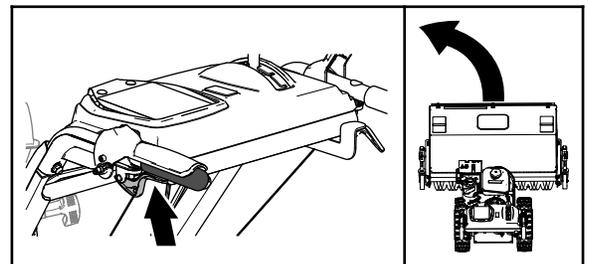

Figure 16
- Pour tourner à gauche, serrez le levier de commande de déplacement et serrez le levier de débrayage de roue gauche (Figure 16).